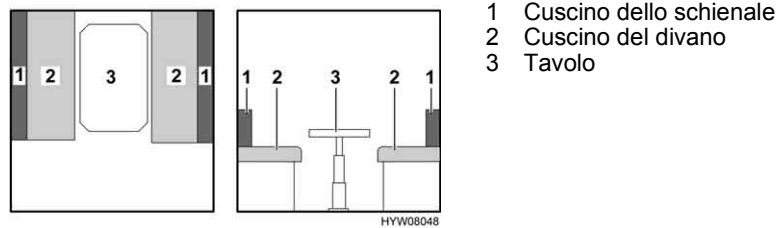

Fig. 115 Prima della trasformazione
- Trasformare il tavolo (Fig. 115,3) in struttura di supporto letto (vedi paragrafo 6.10).